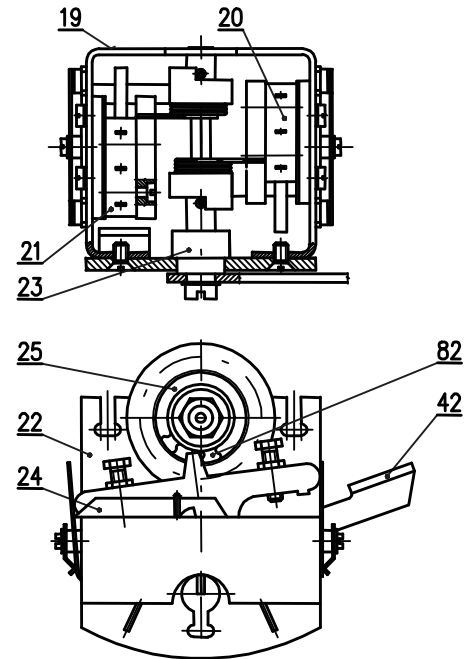

Рис. 5
- блок моментного выключения (рис. 5)
- механизм блокировки (82) рис. 5
Блок моментного выключения (рис. 5) представляет несущую балку, на которой размещены выключатели S1 (20) и S2 (21). На валике (23) размещены выключающие рычажки (24), которые при помощи пружины удерживают выключатели в присоединенном состоянии вплоть до момента, когда происходит поворот валика от привода моментного выключателя.
Механизм блокировки (82) (рис. 5) обеспечивает блокировку моментного выключения, как правило, на 1 или 2 оборота после реверса ЭП. После осуществления установленного количества оборотов моментное устройство возвращается к своему первоначальному функционированию.